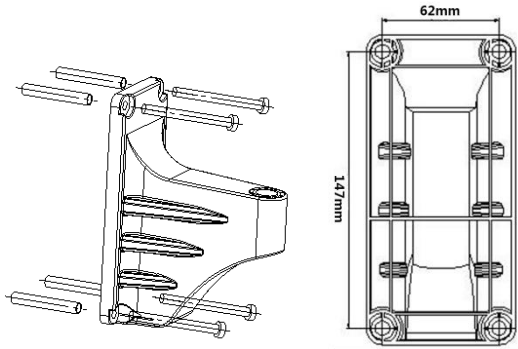

Figura 1 Figura 2
4. Fije el soporte por cuatro tornillos autorroscantes respectivamente,(Figura 1)